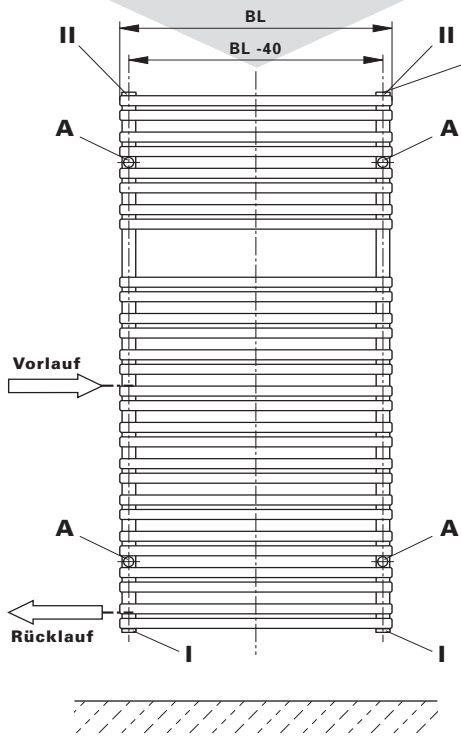
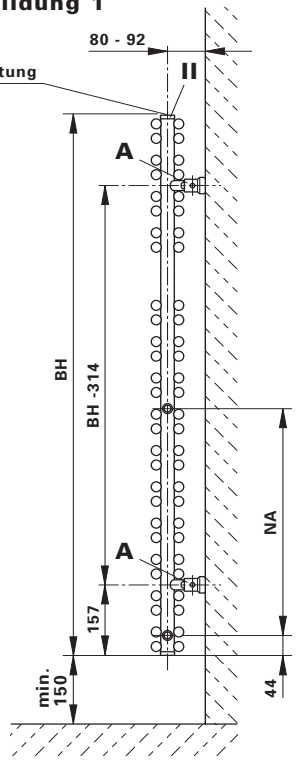

Abbildung 1
Abbildung 2
Beim seitlichen Anschluss, der sich auf der rechten oder linken Seite des Heizkörpers befinden kann, ist der Vorlauf oben und der Rücklauf unten anzuschließen (**Abb. 1**).
Aufstecken der beige packten Blechmuttern **1** auf die Montagestutzen **2** (**Abb. 2**).
Anreißen, bohren der Löcher Position **A** - Bohrer Ø 10 - und Setzen der Dübel entsprechend den Aufhängungsmaßen (**Abb. 1**).
*Messen Sie bitte vorher zur Heizkörperidentifizierung die Abstandsmaße der Montagestutzen **2** (**Abb. 1** u. **Abb. 2**) nach.*